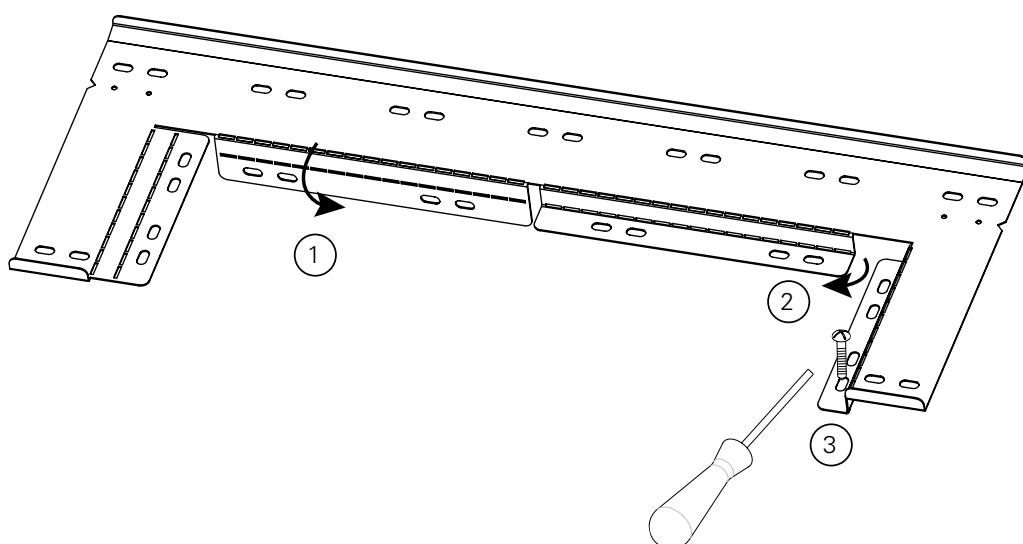

Fig. 6: Bending the wall bracket
1. Bocka väggfästet enl. fig. 6. Hålen i den nedbockade delen används för att fästa väggfästet på väggen.